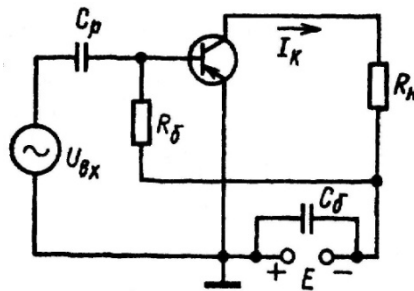

Рис. 1. Усилительный транзисторный каскад
**Задача.** Транзистор включен в усилительный каскад по схеме с общим эмиттером (рис. 1). Каскад питается от одного источника с напряжением  $E$ . Для подачи смещения в цепь базы используется гасящий резистор. Характеристики транзистора изображены на рисунке 2. Исходные данные: постоянная составляющая тока базы  $I_{b0}$ , амплитуда переменной составляющей тока базы  $I_{mb}$ , сопротивление резистора нагрузки  $R_n$ , а также максимально допустимая мощность, рассеиваемая коллектором  $P_{kmax}$  приведены в таблице 2. Требуется: